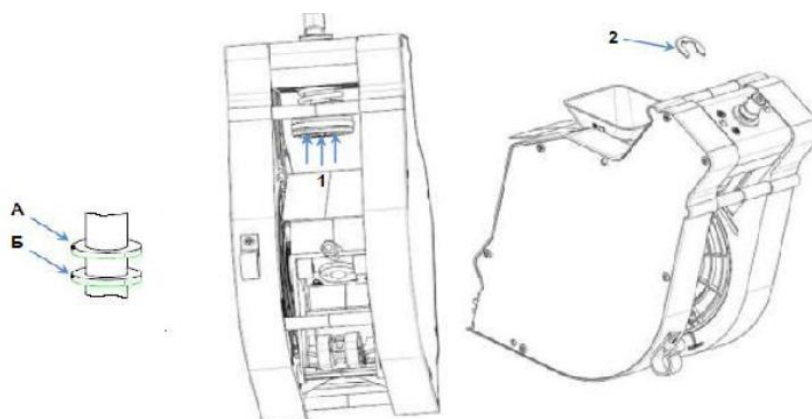

Рисунок 22 — регулировка объема камеры для приема молотого кофе от дозатора.
**ВНИМАНИЕ!** Группа эспрессо позволяет регулировать объем камеры для приема молотого кофе от дозатора. При установке кулачка дозатора в положение 5 или 6, или при весе молотого кофе более 8 грамм НЕОБХОДИМО увеличить объем камеры путем установки стопорного кольца в положение Б (см.рис. 22). Настройка осуществляется в следующем порядке: